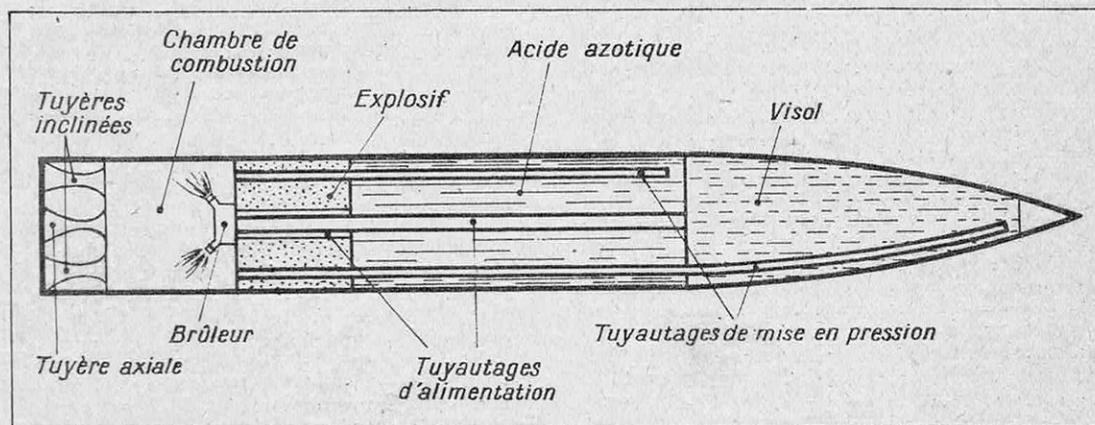

FIG. 9. — SCHEMA D'UN PROJECTILE-FUSÉE DE 60 MM A COMBUSTIBLES LIQUIDES ET ALIMENTATION PAR INERTIE
valeurs de l'ordre de la seconde (fig. 9). Les conditions de fonctionnement de la fusée à liquides deviennent alors tout à fait différentes de ce qu'elles sont lorsqu'on exige une durée de fonctionnement, donc une endurance, de l'ordre de la minute. Si, malgré la supériorité de pouvoir calorifique du mélange oxygène-alcool ou acide azotique-visol (1), les vitesses d'éjection ne sont pas sensiblement plus élevées que celles des fusées à poudre, c'est qu'on ne peut accepter des températures auxquelles ne résisteraient ni le corps ni la tuyère. Il en va tout différemment si ces organes sont destinés à ne servir que pendant une à deux secondes ; peu importe qu'ils arrivent ensuite en plus ou moins bon état sur l'adversaire.